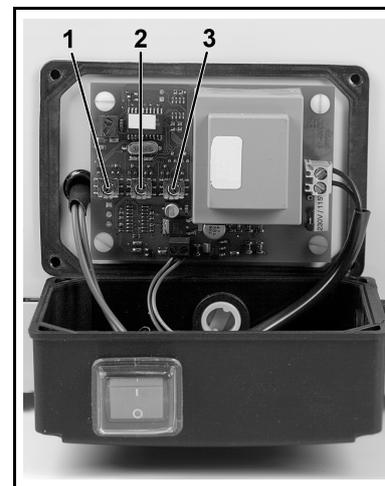

Abb. 4: Steuerungskasten des Trocknungssystems (geöffnet) mit Schaltern 1, 2, 3.
3. Am Steuerungskasten die Überwurfmutter der Kabelzuführung lösen; anschließend mit einem Schlitzschraubenzieher die vier Schrauben des Steuerungskastens lösen, den Deckel nach vorne klappen und ablegen (siehe Abb. 4).
4. An den Schaltern **1, 2, 3** (siehe Abb. 4) die gewünschten Werte einstellen. Zur Erläuterung der Schalter sowie für die einstellbaren Werte siehe Tabelle 5.